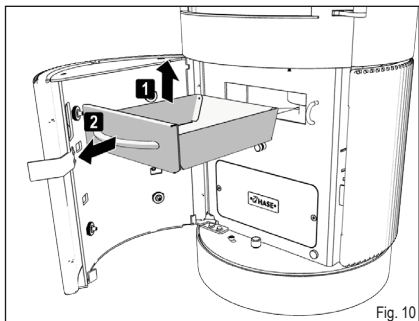

Fig. 10
- Rimuovete dal manico il cassetto cenere dall'apertura (Fig. 10).